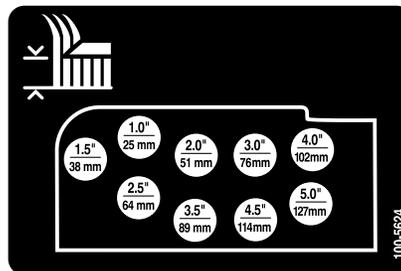

Figura 25
- Montate le catene dell'altezza di taglio nel foro dell'altezza di taglio desiderata usando il perno con testa e la coppiglia (Figura 25).